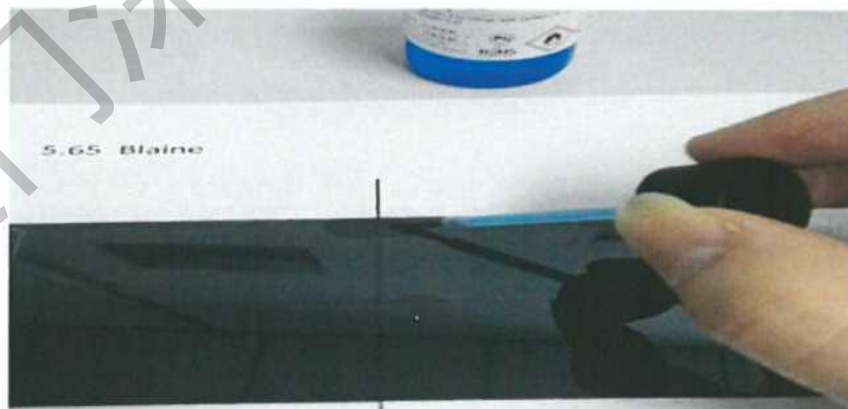

图 5 涂抹催化剂示意图
4.1.1.4 用酒精将样品要贴附位置擦拭干净, 用棉签沾催化剂 (M-Bond 200 蓝瓶) 涂在贴附位置 (图 5), 静置 2min;